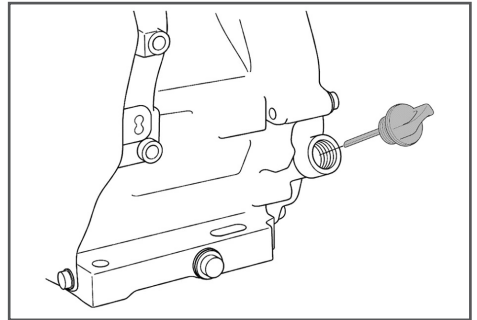

Рис. 6 Крышка-щуп маслосливной горловины
2. Открутите крышку-щуп маслосливной горловины и извлеките щуп (Рис. 6).
2. Выкрутите крышку-щуп маслозаливной горловины и извлеките щуп (Рис. 6).